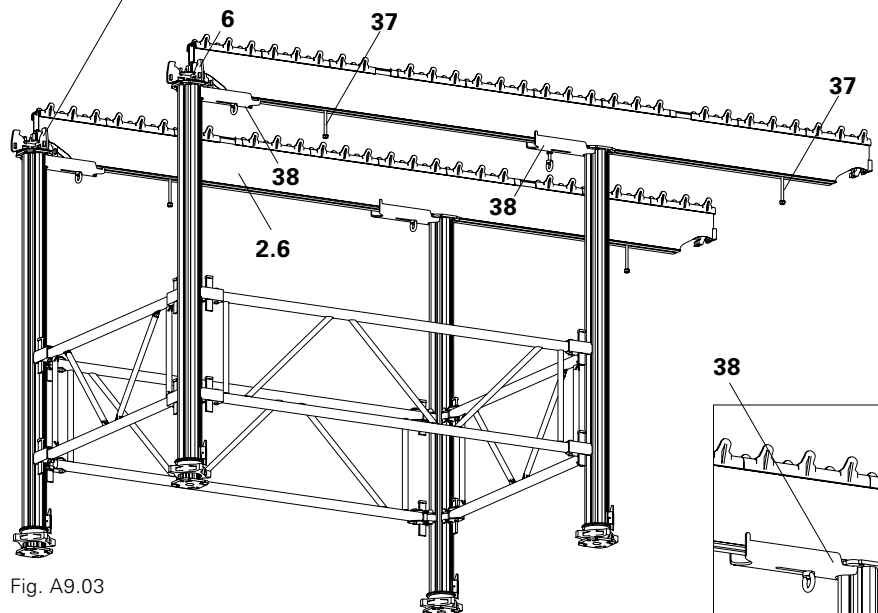

Fig. A9.03
- deux boulons M12 x 140 DIN 6914 (37) pour fixer les bois 8/12.
- 2 x Dispositif de Liaison STV (38).
- Pour la séquence et l'alignement des boulons et les dispositifs de liaison: voir Fig. A9.03.